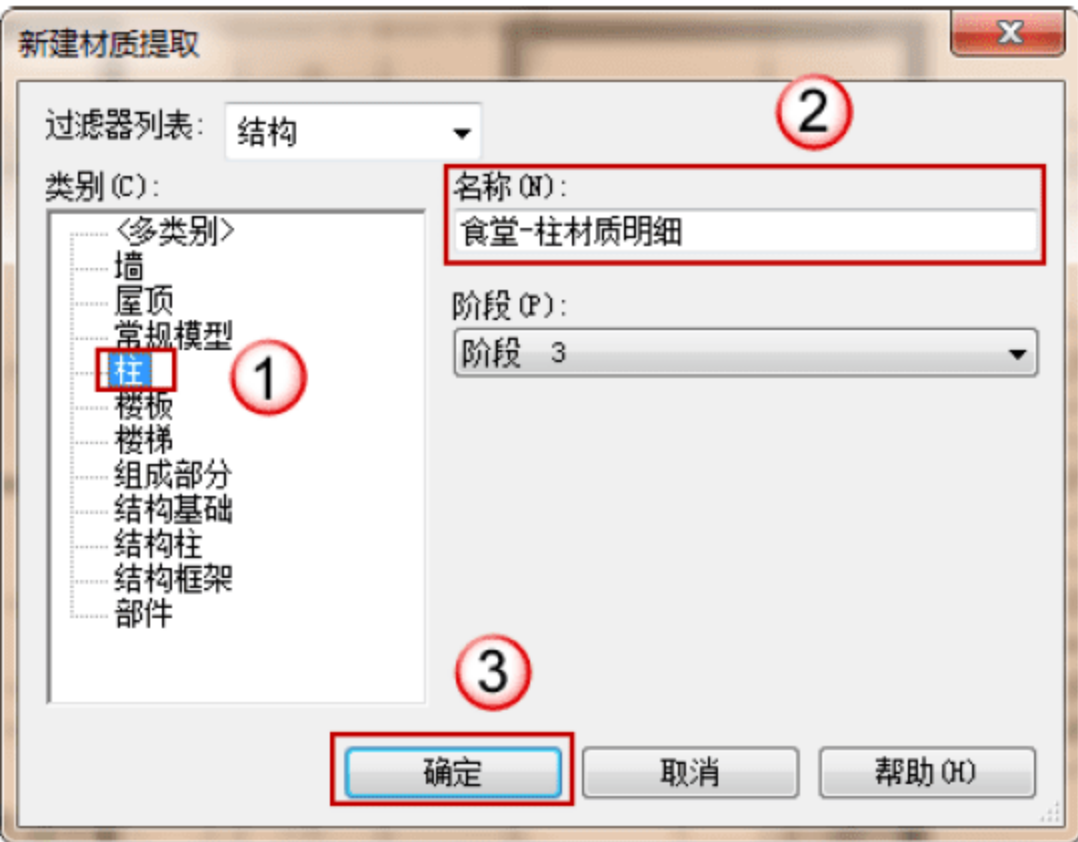

图 13.3.23 “新建材质提取”对话框
(1) 创建柱明细表。单击“视图”下“创建”面板中的“明细表”下拉列表，在其中选择“材质提取”工具，在弹出的“新建材质提取”对话框中的“类别”列表框中选择“柱”类别，输出明细表名称设为“食堂-柱材质明细”，单击“确定”按钮，打开“材质提取属性”对话框，如图 13.3.23 所示。